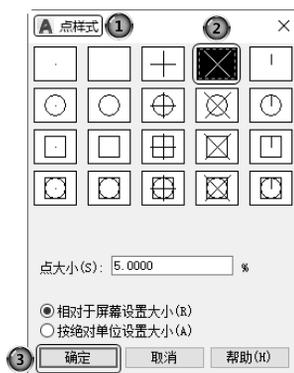

图 2-58 “点样式”对话框
(2) 设置点样式。单击“默认”选项卡“实用工具”面板中的“点样式”按钮, ①在打开的“点样式”对话框中②选择样式, ③单击“确定”按钮, 关闭对话框, 如图 2-58 所示。